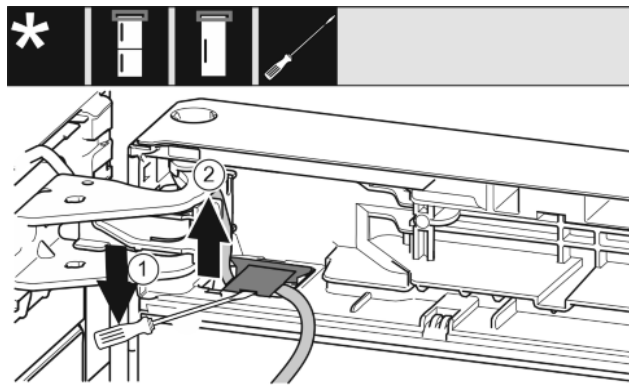

Fig. 17
- ▶ Cu șurubelnița plată ridicați și extrageți apărațoarea. Fig. 17 (1)
- ▶ Extrageți cablul. Fig. 17 (2)